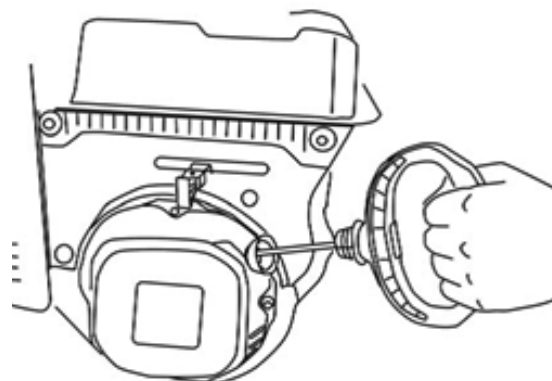

Рис.26
- Потяните за рукоятку ручного стартера (Рис.26) до тех пор пока не почувствуете сопротивление, затем произведите резкий рывок за рукоятку.